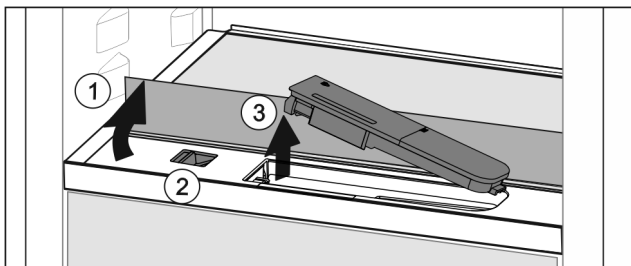

Fig. 119
- ▶ Підняти скляну панель і відкинути до упору назад Fig. 119 (1).
- ▶ Посуньте повзунок Fig. 119 (2) уліво.
- ▶ Вийняти бак для води Fig. 119 (3).